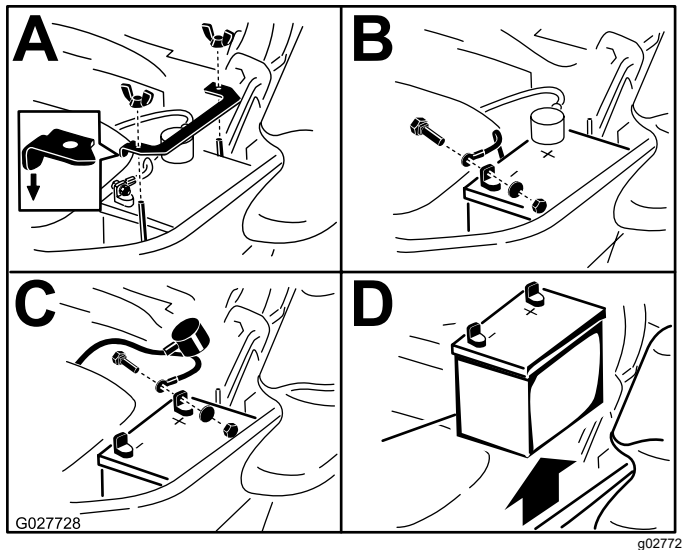

Figure 58
3. Retirez la batterie, comme montré à la Figure 58.